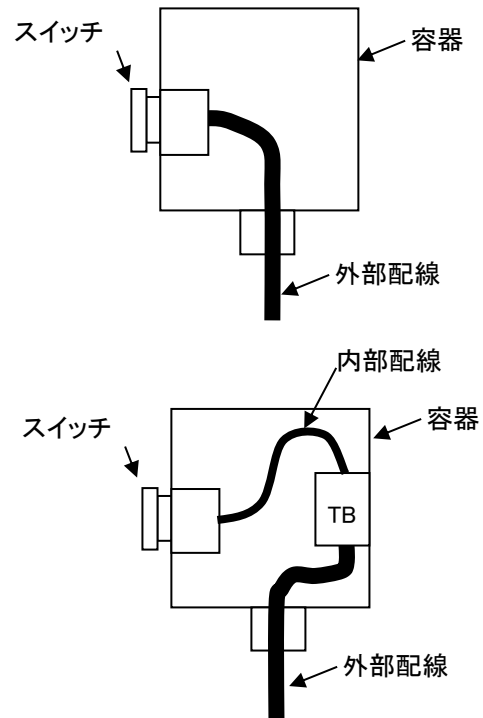

図.2.スイッチの容器と内部配線
- ②スイッチの裸充電部は、保護構造 IP20 以上の容器に収納し、製品個別の取扱い方法にしたがってください
- ③スイッチに内部配線(口出線を含む)がある場合は図 2 をご覧ください。